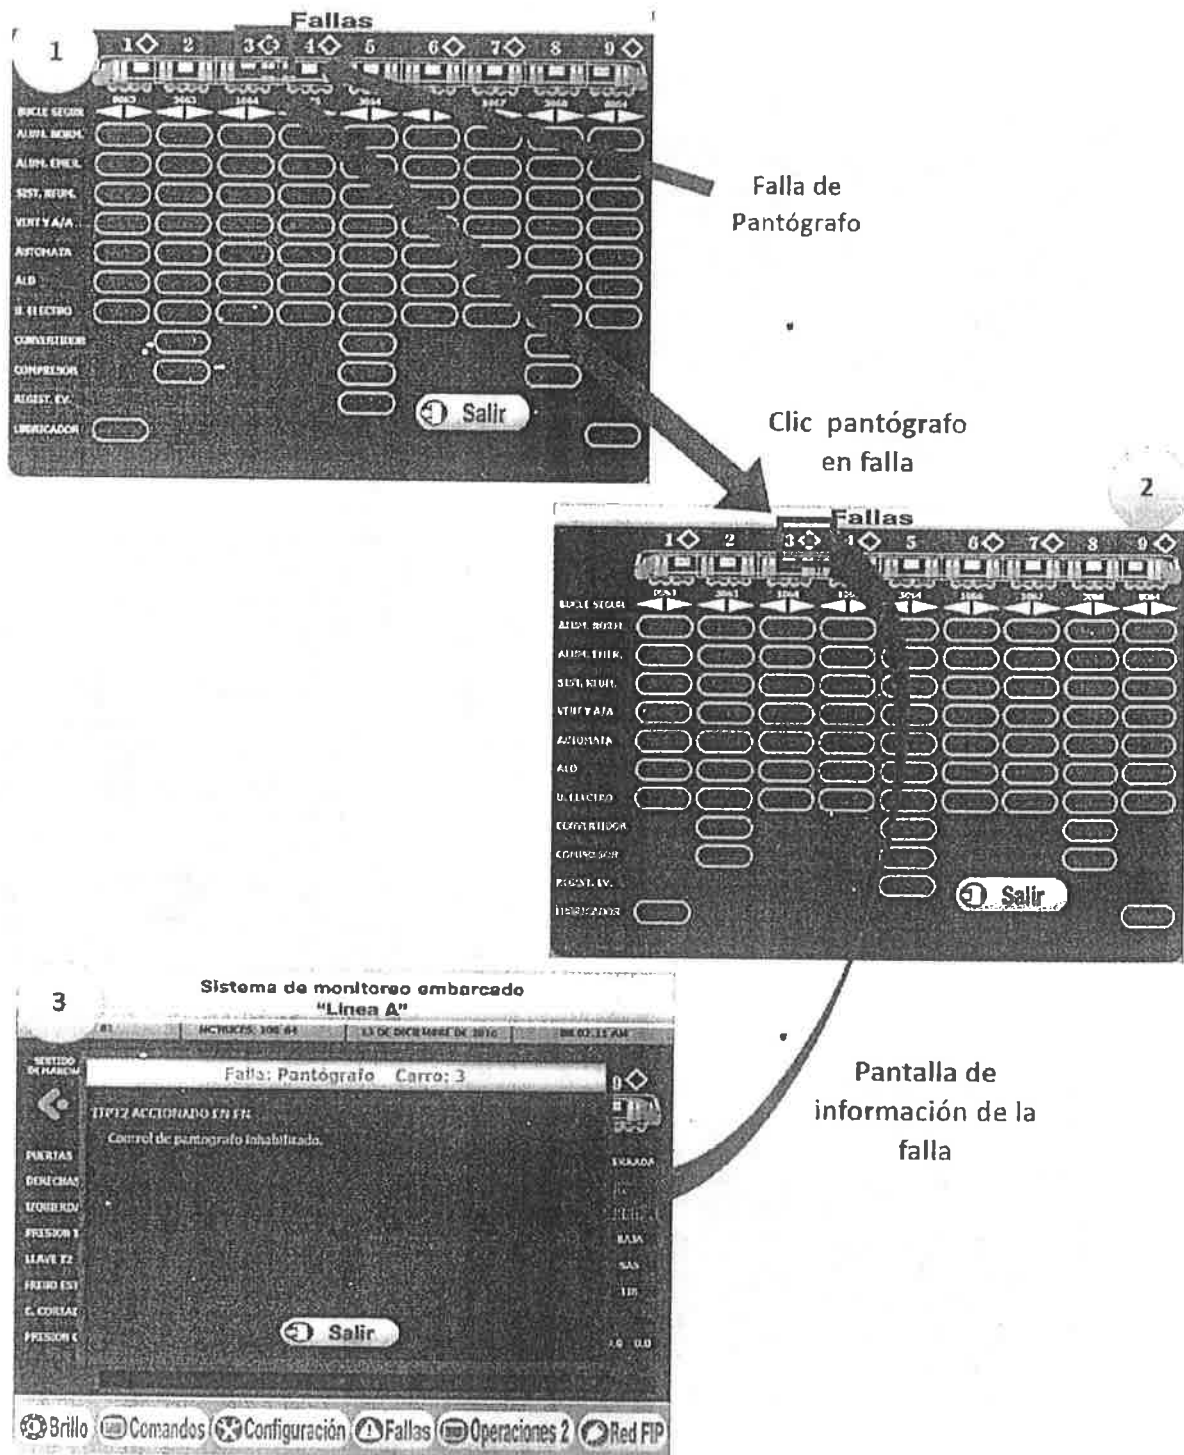

Figura 41. Señalización de falla pantógrafo en pantalla de fallas y visualización de información de la falla.
1. La pantalla de fallas cuando marca una **falla en pantógrafos** se observa una "X" en color rojo sobre el pantógrafo, esto permite que se le pueda dar clic para observar cual es el motivo de la falla ya que se despliega una pantalla con información (Figura 41).